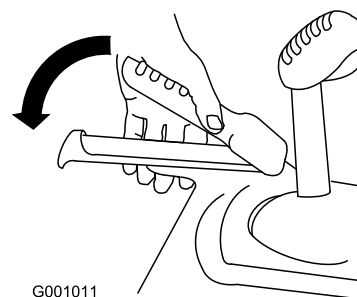

Figura 14
3. Premete la leva sinistra (trazione) contro l'impugnatura (Figura 14).
6. Premete la leva sinistra (trazione) contro l'impugnatura (Figura 14).